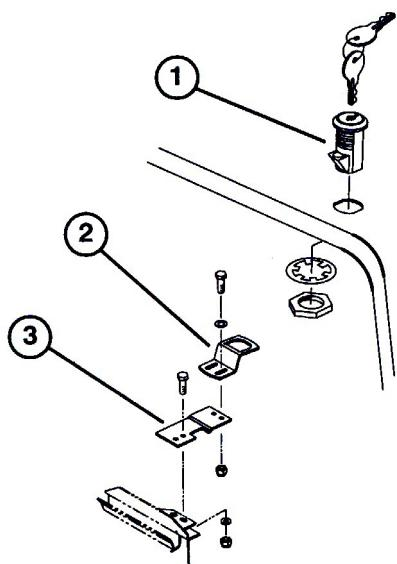

図4
3. 施錠用のラッチを取り付ける(ロックワッシャ、ナットを使用する)。錠のラッチがマシン側に向くように取り付ける(図4)。
4. ラジエーターのサポートにラッチ用ストラップを仮止めする(1/4 × 3/4 in キャップスクリュ、平ワッシャ、ロックナットを使用する)(図4)
6. キーを回してスムーズに施錠解錠できることを確認する。キーを抜き取り、なくさないように保管する(図4)。